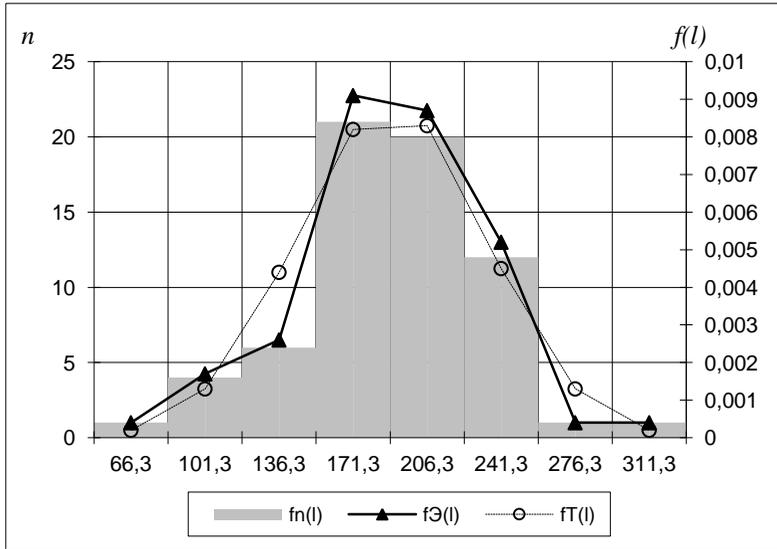

Рис. 2 Гистограмма середины интервалов $f_n(l)$, кривая распределения плотностей вероятностей $f_{Э}(l)$, теоретическая кривая распределения $f_T(l)$.
• по результатам расчета строятся гистограмма, графики $f_{\mathcal{D}}(l_r)$ и $f_T(l_r)$ (рис. 2).